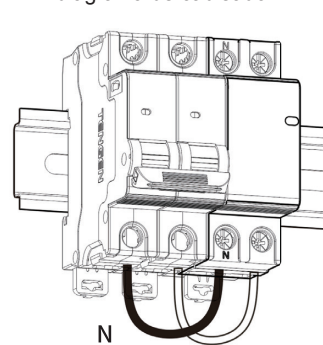

Figura 3 Diagrama de cableado
- 6.2 Conecte correctamente los cables según los terminales de entrada y salida marcados en el producto, y apriete el par de apriete según el valor nominal para evitar fallas eléctricas debido a un mal contacto. Consulte el diagrama de conexión en la Figura 3.